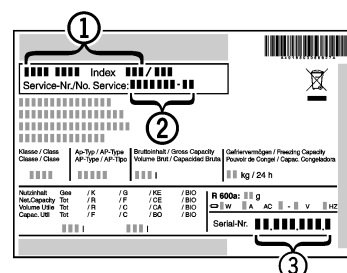

Fig. 16
- ▶ Označení přístroje Fig. 16 (1), servisní číslo Fig. 16 (2) a sériové číslo Fig. 16 (3) naleznete na typovém štítku. Identifikační typový štítek je umístěn na levé vnitřní stěně přístroje.
- ▶ Informujte zákaznický servis a sdělte poruchu, označení přístroje Fig. 16 (1), servisní číslo Fig. 16 (2) a sériové číslo Fig. 16 (3).